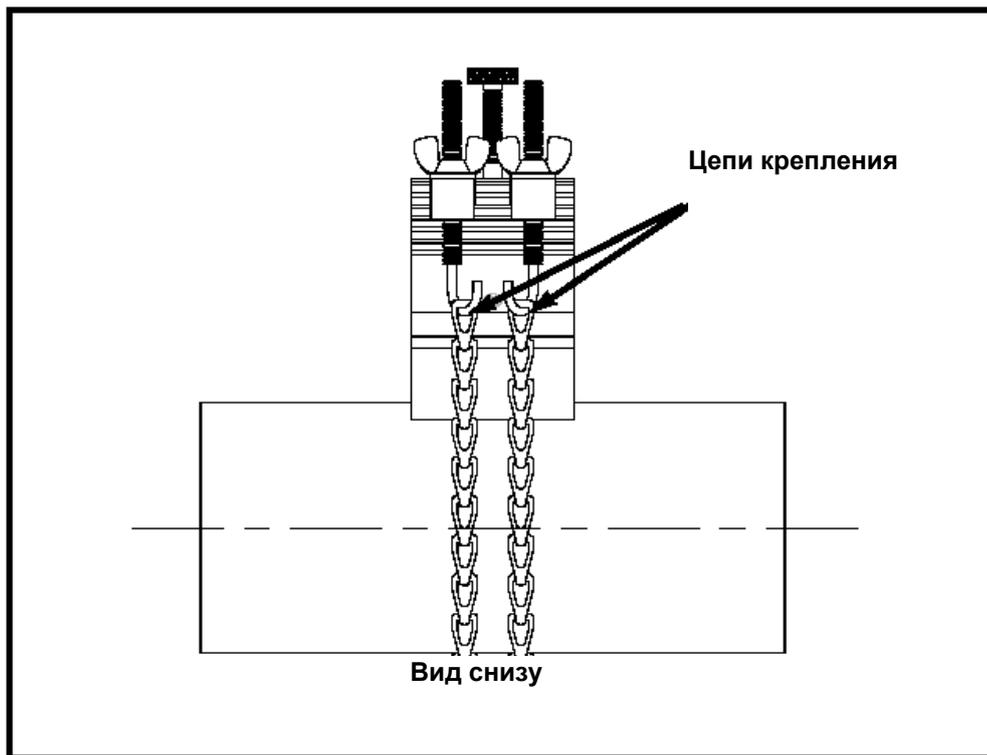

Рис. 30. Длинный блок, закрепленный посредством цепей
- Проведите центрирование длинного блока относительно одной из отметок, нанесенных кернером на трубе. Выровняйте длинный блок так, чтобы зажимной болт находился над центром отметки. Закрепите блок, обернув обе цепи вокруг трубы и надев цепи на крюки с винтами с другой стороны блока (см. рис. 30 внизу).